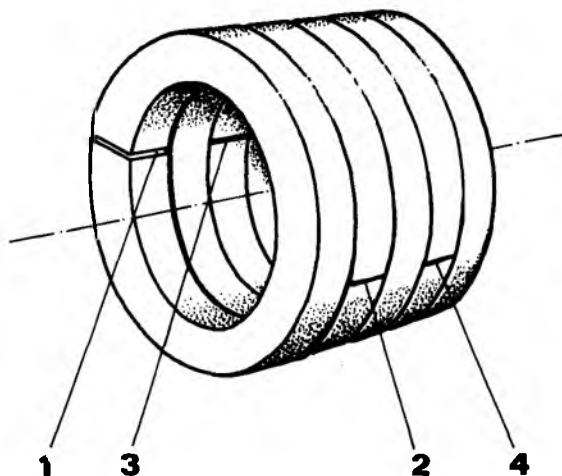

Рис. 2 Плоскости сечения сальниковых колец
В сальниковое пространство вкладываются уплотнительные кольца (104) так, что их соединения перекладываются на 180°, рис. 2. Захлебывающее кольцо (103), образующее гидравлический затвор, расположено всегда в центре количества уплотнений. Сальниковый фланец (100) необходимо равномерно подтянуть и при эксплуатации постепенно подтягивать.